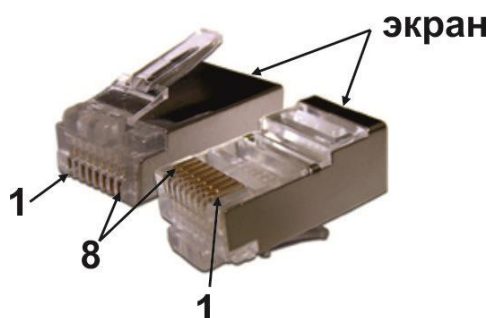

Рис. 2.1
8.1.1 Распиновка экранированной кабельной вилки RJ45 (8P8C) показана на Рис. 2.1